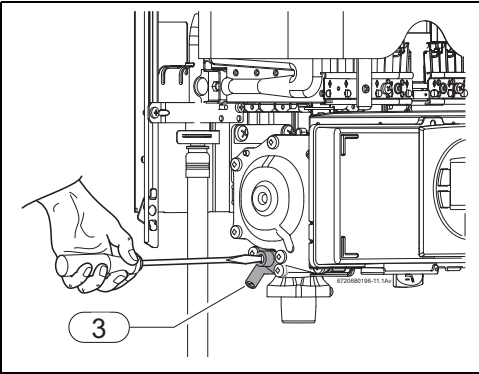

Fig. 25 Tornillo de ajuste del caudal máximo de gas
- Retirar la selladura del tornillo de ajuste (Fig. 25).
- Regular la presión del quemador máximo (tabla 12) utilizando el tornillo de ajuste del caudal de gas máximo (Fig. 25).